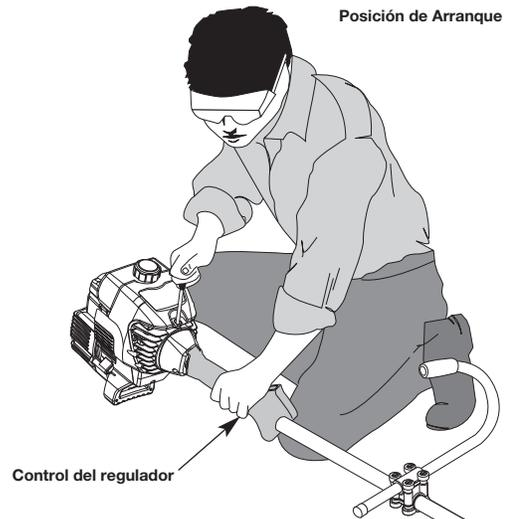

Fig. 21
**ADVERTENCIA:** Evite los arranques accidentales. Colóquese en posición de inicio cuando hale de la cuerda de arranque (Fig. 21). El operador y la unidad deben estar en una posición estable al arrancar la unidad para evitar graves lesiones personales. Compruebe que cualquier complemento usado se instale correctamente y que esté seguro, antes de poner en marcha la unidad.
5. Agáchese en posición de arranque (Fig. 21). Oprima la traba del regulador hacia adentro y apriete la palanca de control del regulador. Hale el cordón de arranque 5 veces.